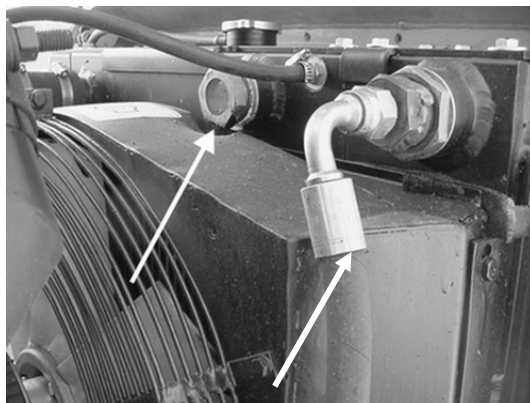

Рис. 5.18. Смотровое окошко в коллекторе радиатора
1. Уровень охлаждающей жидкости в системе охлаждения проверяется на холодном двигателе через смотровое окошко в верхнем коллекторе радиатора (Рис. 5.18). Для доступа к смотровому окошку необходимо снять правое, боковое ограждение мотоотсека двигателя. Уровень жидкости должен быть на половине высоты смотрового окошка.